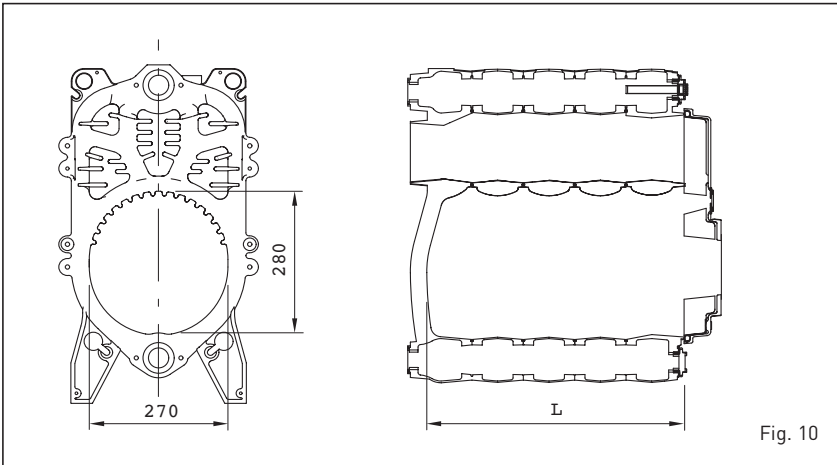

Fig. 10
3.1 AFMETINGEN VAN DE VERBRANDINGSKAMER (fig. 10)
De verbrandingskamer is van het type met rechtstreekse doorlaat en is in overeenstemming met de norm EN 303-3 bijlage E. De afmetingen staan aangegeven op fig. 10. Een speciaal beschermingspaneel is aan de binnenkant van de achterste kop van alle modellen aangebracht.